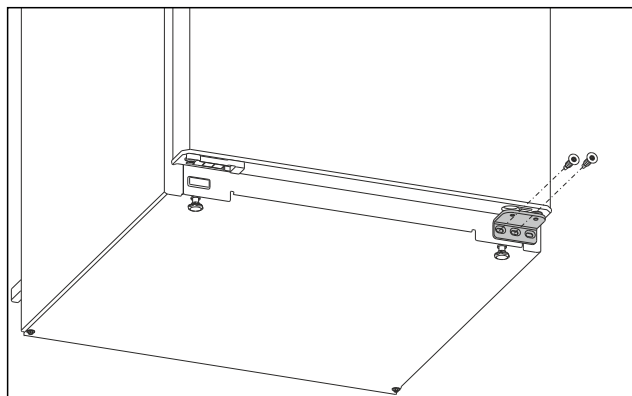

Fig. 6
- ▶ Wykręcić środkową śrubę przy dolnej płytce zawiasu śrubokrętem Torx 20. Fig. 6 (1)
- ▶ Wykręcić wewnętrzną śrubę przy dolnej płytce zawiasu śrubokrętem Torx 20. Fig. 6 (2)